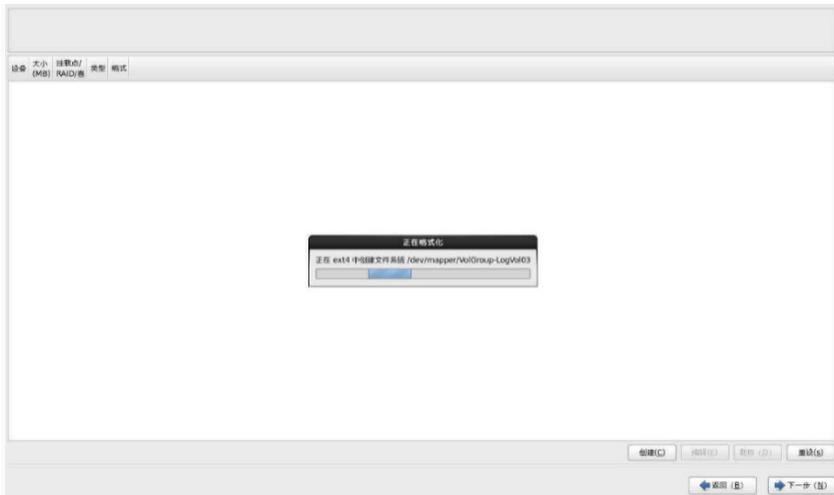

图 6-37
- r. 单击将修改写入磁盘后，系统将进行磁盘分区等的格式化动作，请耐心等待格式化完成，格式化时间长短与磁盘大小及分区大小有关。如图 6-37 所示